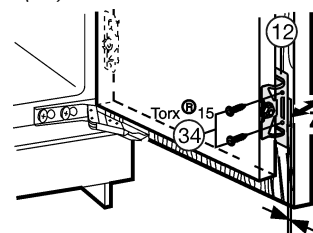

Fig. 22
- ▶ Gerätetür mit Schrauben *Fig. 22 (34)* durch die Befestigungswinkel *Fig. 22 (12)* auf der Möbeltür verschrauben.